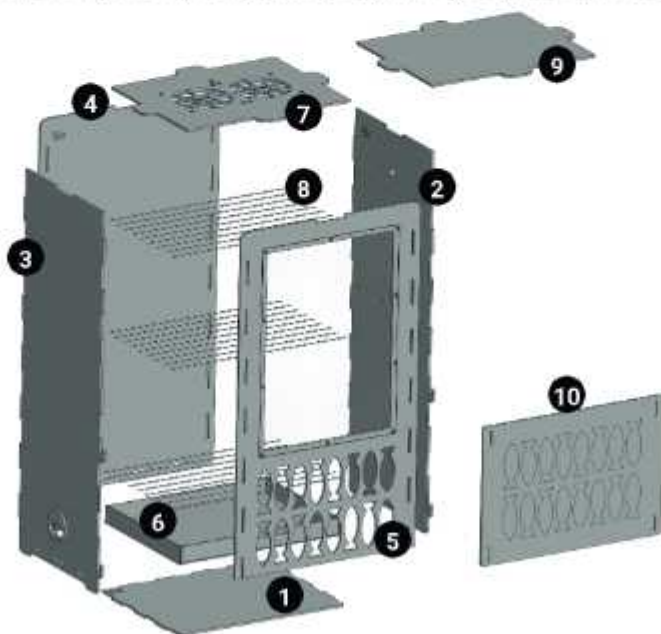

Рисунок 1
11. Блок питания 12 В – 1 шт (на рис.1 не указан)